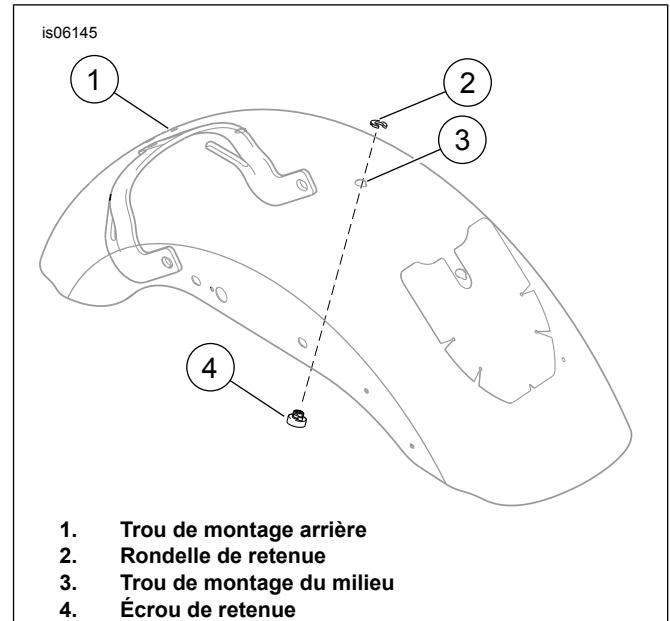
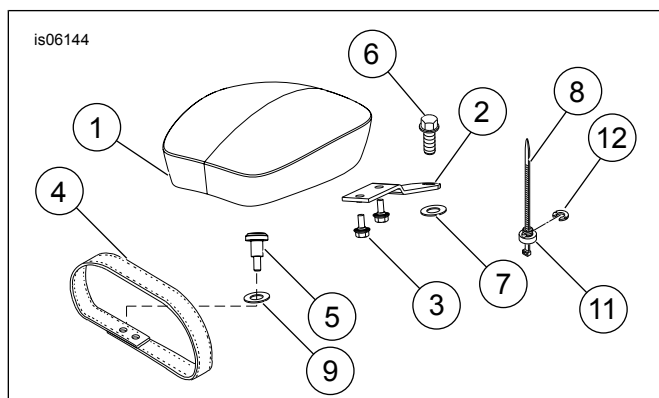

Figure 1. Trous de montage de garde-boue
Figure 2. Pièces de rechange : Coussin de passager XL
Voir Figure 2 et Tableau 1.
- a. Voir Figure 2. Un serre-câbles peut être utilisé pour faciliter l'installation de l'écrou et la rondelle de retenue. Placer l'écrou de retenue (11) sur le serre-câbles (8) pour que l'extrémité large de l'écrou repose sur l'œil du serre-câbles. Visser le serre-câbles vers le haut sous le garde-boue et à travers le trou de garde-boue approprié. Tirer le serre-câbles vers le haut pour immobiliser l'écrou contre le dessous du garde-boue.
- b. Avec la nervure de l'écrou de retenue installée dans l'encoche du trou de garde-boue approprié, glisser la rondelle de retenue (12) en position à partir de l'arrière. Ceci bloque l'écrou de retenue en position. Enlever le serre-câbles.
2. Installer le boulon à épaulement (5) en le faisant passer dans le trou de montage du milieu (Figure 1, élément 3), dans la rondelle (9) et dans la sangle de maintien (4). Bien serrer le boulon.
6. Voir Figure 2. Installer la vis (6) dans le support de montage (2) et dans le garde-boue arrière.